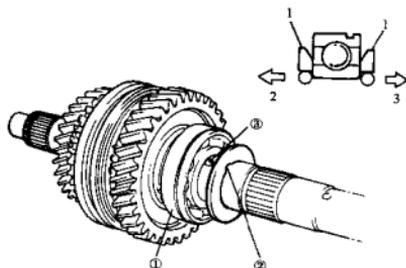

图 10-60
(4) 安装钢球和止推垫圈。按图 10-60 所示, 将止推垫圈安装于轴衬①倒角的沿面, 并将它的槽②对准钢球③。